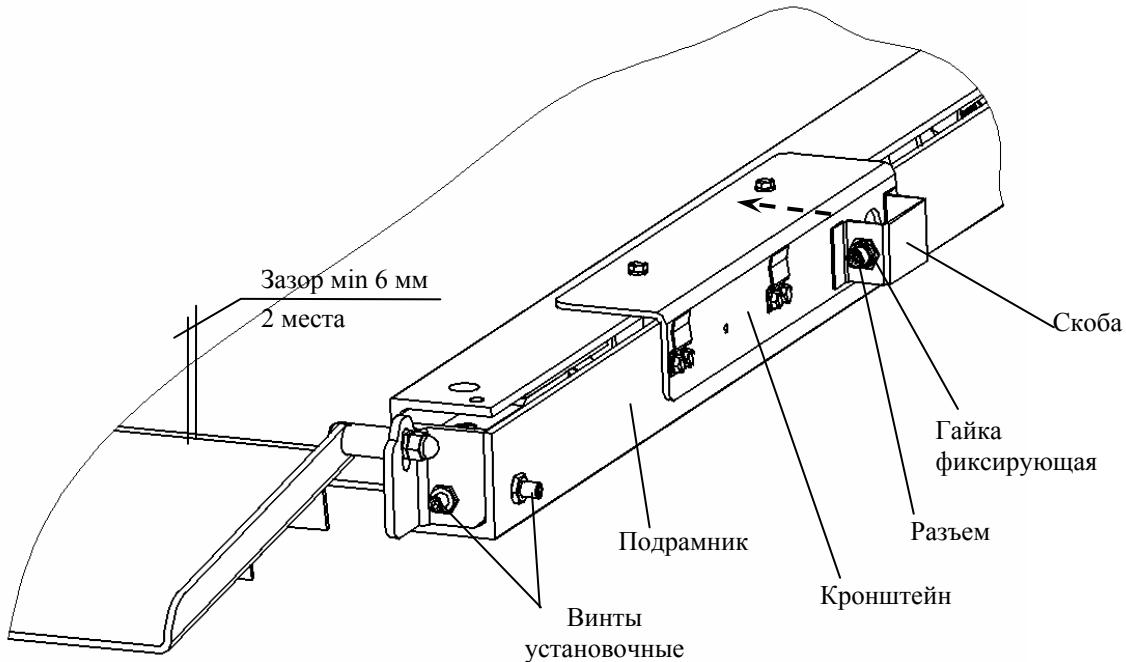

Рис. 10.8 - Фрагмент модуля 4D- LA_ (с кронштейном)
10.3.7.1 Расконтрить гайки установочных винтов (Рис. 10.8) и отвернуть установочные винты (8 шт.) на 6 оборотов.
⇨ В модификации модуля **без кронштейна** (на Рис. 10.8 модификация с кронштейном) во избежание обрыва кабеля-концентратора, предварительно, перед выполнением п. 10.3.7.2, отвернуть фиксирующую гайку. Протолкнуть разъем внутрь скобы и протянуть кабель-концентратор с разъемом внутрь подрамника в направлении, указанном стрелкой (см. п. Рис. 10.8).
10.3.8.1.1 Расконтрить гайки установочных винтов (см. Рис. 10.8) и выкрутить установочные винты (8 шт.) на 6 оборотов.
⚠ В модификации модуля **без кронштейна** (на Рис. 10.8 модификация с кронштейном) во избежание обрыва кабеля-концентратора предварительно, перед выполнением п. 10.3.8.1.2, отвернуть фиксирующую гайку. Протолкнуть разъем внутрь скобы и протянуть кабель-концентратор с разъемом внутрь подрамника в направлении, указанном стрелкой (см. Рис. 10.8).
10.3.8.1.2 Отвернуть фиксирующую гайку. Протолкнуть разъем внутрь скобы и кронштейна (см. Рис. 10.8).
В модификации модуля **без кронштейна** (на рисунке Рис. 10.8 модификация с кронштейном) осторожно, без повреждения кабеля-концентратора, установить модуль в подрамник. Протянуть разъем кабеля-концентратора через отверстие в подрамнике и закрепить на скобе фиксирующей гайкой. Перейти к п. 11.3.8.2.7.
10.3.8.2.7 Вращая установочные винты, отрегулировать положение модуля так, чтобы зазор между пандусами и модулем был не менее 6 мм (Рис. 10.8).